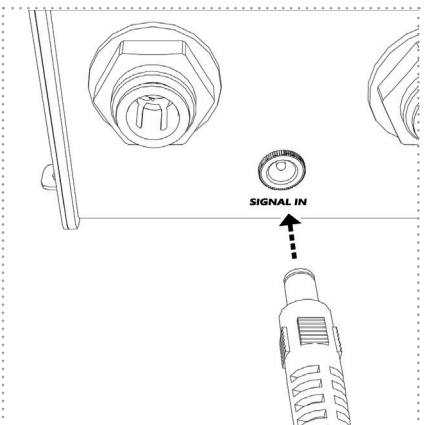

Abbildung: 22
7. Danach stecken sie den Stecker des Anschlusskabels (Signal) in die davor vorgesehene Anschlussbuchse an der UV-Einheit (*Abbildung 22*). Die UV-Einheit sollte sich nun im Standbymodus befinden und blau blinken.